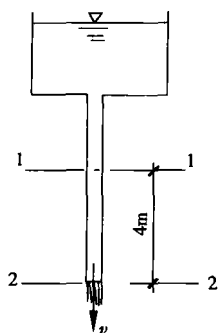

图 10-8
14. 如图 10-8 所示垂直下泄恒定流水管,出口流速 $v=6\text{m/s}$,管径不变,上游断面 1-1 高于出口断面 2-2,高差为 4m,水头损失不计。则上断面 1-1 的压强水头为()。